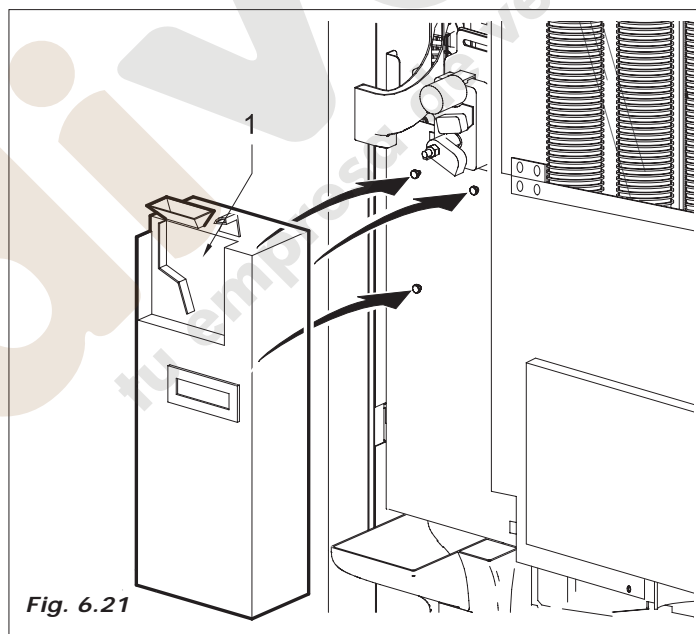

Fig. 6.21
- Monter el monedero (Fig. 6.21-pos.1) conectarlo con la placa Master